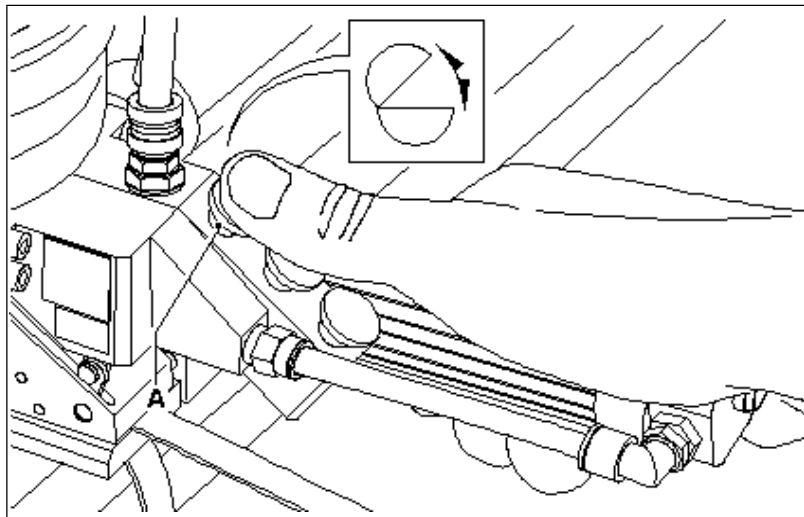

FIG. 4
Premere il tasto (A) per aprire la macchina e inserire la stessa nella reggia già predisposta (fig. 4).
Ouvrir la machine en pressant le bouton (A) et la charger par le feuillard déjà préparé (fig. 4).